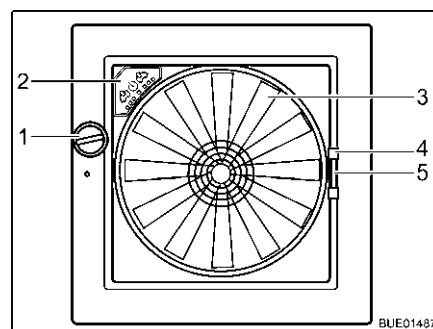

Bild 85 Dachhaube Omni-Vent
**Öffnen:** ■ Drehknopf (Bild 85,1) drehen, bis der gewünschte Öffnungswinkel erreicht ist.
**Schließen:** ■ Drehknopf (Bild 85,1) drehen, bis Dachhaube vollständig geschlossen ist.
- Insektenschutz am Griff (Bild 85,4) zur gegenüberliegenden Rahmenseite ziehen.
- Griff (Bild 85,5) der Verdunklung zusammendrücken.
- Ventilator** Wenn die Dachhaube geöffnet ist, kann der Innenraum mit dem 6-stufigen Ventilator (Bild 85,3) belüftet und entlüftet werden. Der Ventilator wird am Bedienfeld (Bild 85,2) bedient.